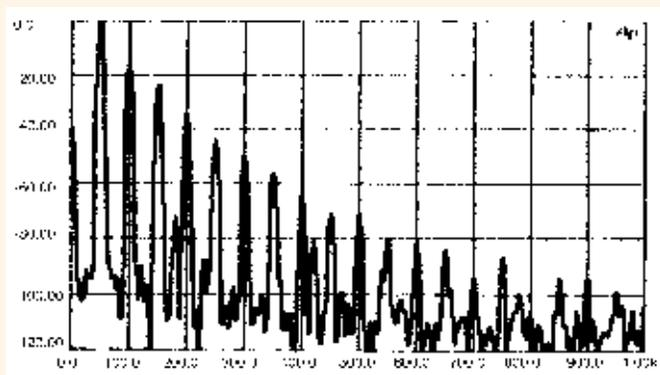
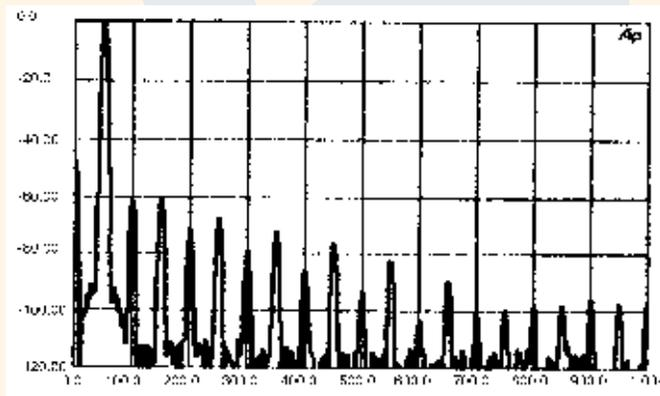
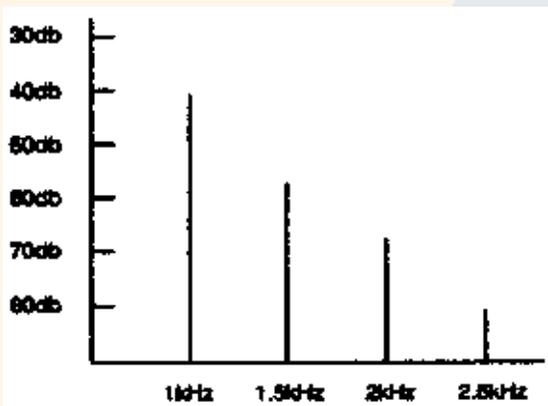

Рис. 13. Jadis SE 300B, спектр гармоник при мощности 1,6 Вт на 4 Ом.
Рис. 14. Krell KSA-300S, спектр гармоник при мощности 400 Вт на 4 Ом.
Рис. 24. По оси Y отмечены уровни в дБ, на которых тон в 500 Гц начинает создавать интерауральные гармоники (построен из Рис. 23)
На Рис. 13 показан типичный спектр SE усилителя. Ясно видим гладкое спадание по амплитуде продуктов искажений (так что  $a_2 > a_3 > a_4 > a_n \dots$ ). Если передаточная характеристика проанализирована графически (53), то подобный же вид будет иметь и огибающая спектра. Если мы
В отличие от спектра SE усилителей, спектр усилителей PP представляет собой подобие гребенчатого фильтра, где идет подавление продуктов четных. Однако, на практике суммарный спектр состоит из двух независимых последовательностей – одна из нечетных гармоник, другая из четных. На Рис. 14 представлен типичный образец спектра PP усилителя с эффектом гребенчатого фильтра. Теоретически, подавление нечетных гармоник в двухтактной схеме возможно путем применения полностью идентичных элементов с верхнем и нижнем плечах (54).
Простое отношение второй гармоники к основной, вроде бы не должно нарушать общей картины созвучия (т.к. отношение 1 : 2 является простейшим из всех интервалов, кроме собственно унисона). Тем не менее, гармонические искажения, хотя бы и второго порядка, добавляют постороннюю энергию к обертонам музыкальных инструментов. К примеру, спектр на Рис. 13 всеми своими гармониками должен «прилипнуть» к спектру на Рис. 20 (отметьте их подобие). Такое вот уникальное соответствие явно усилит спектр флейты. А если так, то все язычковые инструменты должны приобрести «флейтовый» голос. Опять же спектр Рис. 14 должен усилить спектр кларнета на Рис. 21 и в звучание флейты проникнет его тембр. Известно, что подобные эффекты также
в оригинальном сигнале гармоники (Рис. 24). Впрочем, так это и происходит в усилителях или других устройствах, где связь in/out не абсолютно линейна. Очевидно, наш мозг адаптирован к подобному плавно спадающему спектру гармоник. Сравните спектр однотактника (Рис. 13) со спектром на Рис. 24.